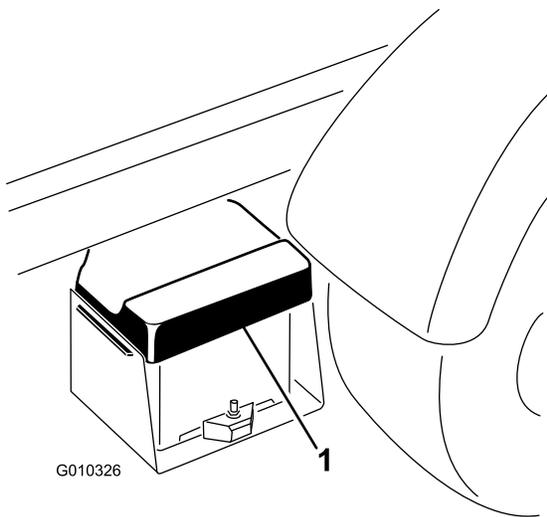

図 49
1. バッテリーカバーをたわめて、タブをバッテリーベースから外し、カバーをバッテリーから取り外す 図 49。